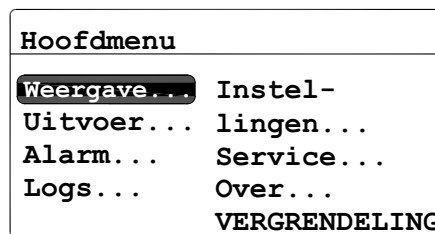

Figure 36: Main Menu (hoofdmenu)
Na het ontgrendelen van het menu (bevestigd door de afwezigheid van het hangsloticoon in de rechter onderhoek), drukt u op **Cancel (Annuleren)** (X) om het **Main Menu (hoofdmenu)** weer te geven (zie Figure 36 hieronder). Gebruik de pijltjestoetsen om de gewenste menu-optie te selecteren en druk op **Enter** (✓) voor toegang tot de gemarkeerde optie.